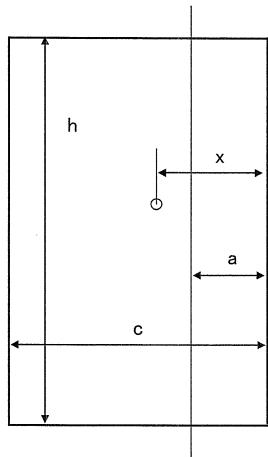
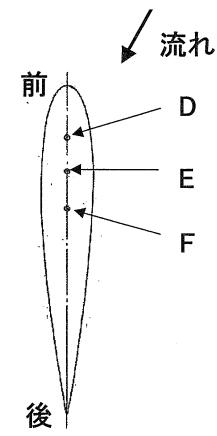

図 1
図 3 舵断面
(1) 舵トルクを求めるとき、次のBeafoy-Joesselの式が良く使われる（図1参照）。
①式、②式は、何を表す式か答えよ。④式、⑤式の ϵ や α はどの程度の値を使用するのか、また、これらの補正の理由を述べよ。
(2) 上式を使用して、図1で $a = 1.2 \text{ m}$ 、 $c = 4.5 \text{ m}$ 、 $h = 8.8 \text{ m}$ 、 $V_s = 18.5 \text{ knots}$ の場合の舵トルク T' を計算せよ。ただし、④式、⑤式の ϵ 、 α は(1)で答えた範囲内のある数値を仮定して計算せよ。なお、舵角は 35° で $\sin 35^\circ = 0.5736$ である。
(3) 舵の釣り合い比（バランス比）の定義を記せ。
次に、図1の前端から x の位置は t_1 、 t_2 において図3のどの当たりにあるのか(D-E間か、E-F間か)、また、A、B、Cの舵軸位置はD、E、Fのどれか、理由と共に述べよ。
(図1～3を次頁に示す。)